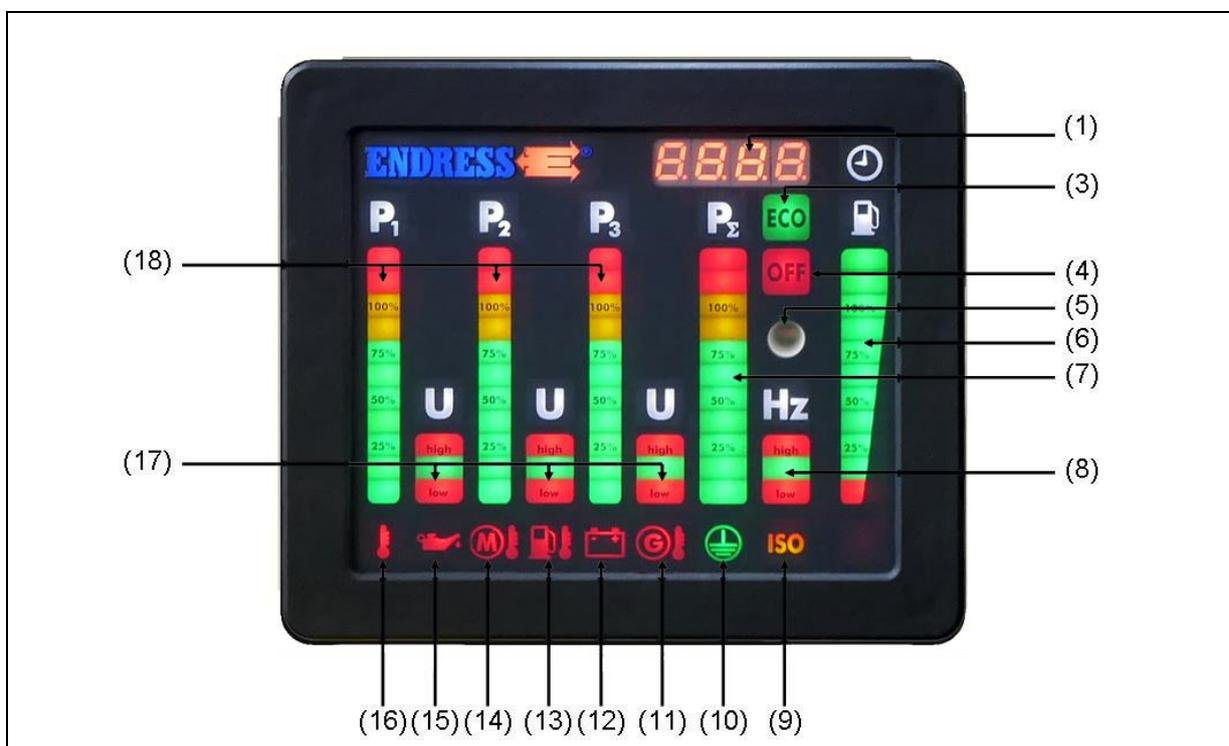

Abb. 4-6: Multifunktionsdisplay
- Betriebsstunden:** Anzeige (Abb. 4-6-(1)) ist bei laufendem Gerät oder für 30 Sekunden aktiv, wenn START-STOP-Schalter in Pos. „Betrieb“ steht.
- Umgebungstemperatur:** Leuchtet die Anzeige (siehe Abb. 4-6-(16)) bei laufendem Gerät rot, ist die Temperatur zu hoch und das Gerät sollte ausgeschaltet werden.
- Öldruck:** Leuchtet die Anzeige (siehe Abb. 4-6-(15)) bei laufendem Gerät rot, ist der Öldruck zu gering und das Gerät schaltet automatisch ab bzw. der Buzzer ertönt, dieser kann mit der Quittierstaste quittiert werden.
- Motortemperatur:** Leuchtet die Anzeige (*siehe Abb. 4-6-(14)*) bei laufendem Gerät rot, ist die Motortemperatur zu hoch und das Gerät sollte ausgeschaltet werden.
- Kraftstofftemperatur:** Leuchtet die Anzeige (*siehe Abb. 4-6-(13)*) bei laufendem Gerät rot, ist die Kraftstofftemperatur zu hoch und das Gerät sollte ausgeschaltet werden.
- Batterieladekontrolle:** Leuchtet die Anzeige (*siehe Abb. 4-6-(12)*) rot ist die Ladefunktion der Lichtmaschine ausgefallen.
- Isolationsüberwachung:** Leuchtet die Anzeige (*siehe Abb. 4-6-(9)*) rot oder blinkt sie gelb, so liegt ein Isolationsfehler vor. (*siehe Kap. 5.2 Isolationsüberwachung*).
- Schutzleiterprüfung:** Leuchtet die Anzeige (*siehe Abb. 4-6-(10)*) während der Schutzleiterprüfung (*siehe Kap. 4.7 Schutzleiterprüfung*) grün so sind die Schutzleiter der angeschlossenen Geräte in Ordnung. Ist die Schutzleiterfunktion nicht gewährt, bleibt die Anzeige aus.
- Füllstand Kraftstofftank:** Die Anzeige (*siehe Abb. 4-6-(6)*) gibt einen ungefähren Richtwert über den Tankinhalt.
- Frequenz:** Leuchtet die Anzeige (*siehe Abb. 4-6-(8)*) grün, befindet sich die Frequenz im korrekten Bereich (47,5-52,5 Hz).
Phasen L1-L2-L3: Für die einzelnen Phasen L1 bis L3 (*siehe Abb. 4-6-(18)*) wird jeweils einzeln angezeigt:
Spannung (U) (*siehe Abb. 4-6-(17)*):
Belastung (P) (*siehe Abb. 4-6-(18)*):
Relative Belastungsanzeige: Belastung (P_{Σ}) (*siehe Abb. 4-6-(7)*)
NOT-AUS-Taster: Leuchtet das Symbol „OFF“ (*siehe Abb. 4-6-(4)*) rot und der Buzzer ertönt, wurde der NOT-AUS-Taster gedrückt. Der Buzzer kann mithilfe der Quittierungstaste quittiert werden. (*Buzzer nur aktiv bei Isolationsüberwachung ohne Abschaltung*)
Das Symbol am Display (siehe Abb. 4-6-(9)) und die Hupe zeigen das Ergebnis an:
Gehen Sie folgendermaßen vor, wenn im laufenden Betrieb ein Isolationsfehler angezeigt wird. Das Symbol im Display (siehe Abb. 4-6-(9)) und die Hupe können folgende Signale anzeigen: